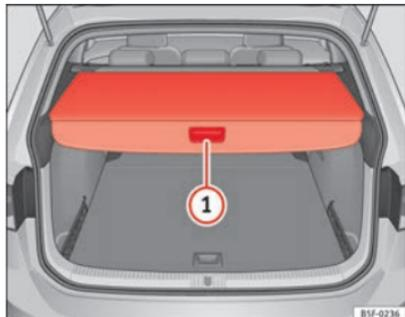

Abb. 94 Im Gepäckraum: die Gepäckraumabdeckung schließen
- Drücken Sie auf den Haltegriff der Gepäckraumabdeckung (**press**), bis diese gelöst ist ⇒ Abb. 94 **(1)**. Die Abdeckung wird automatisch bis zum Ende eingezogen und vollständig eingerollt.